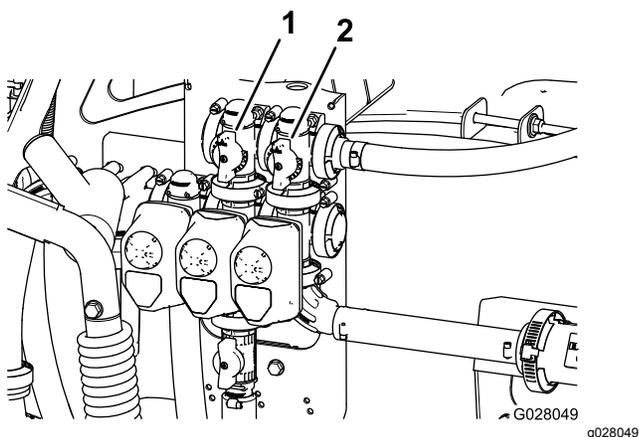

Figura 31
11. Ajuste a válvula de distribuição de agitação (Figura 31) na parte posterior da válvula de agitação até que a pressão indicada no medidor seja 6,9 bar.
9. Ajuste o manípulo de distribuição principal das rampas para controlar a quantidade de agitação que ocorre no depósito (Figura 31)